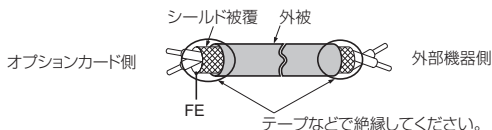
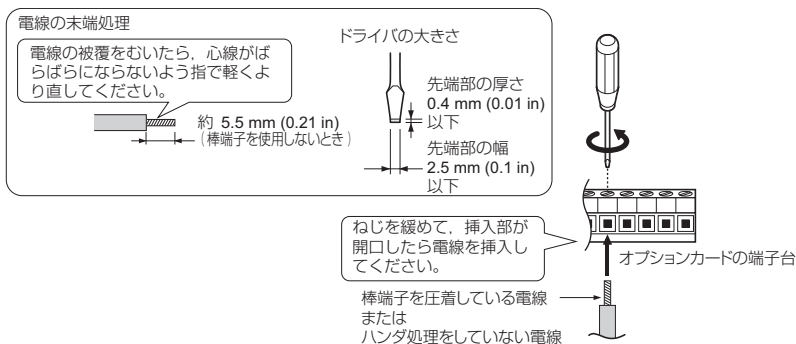

図 6 シールド線の末端処理
図 7 電線の端末処理と配線
2. インバータ側の接地端子 (I) には 2 つしかねじ穴がありません。オプションカードを 3 枚取付ける場合は、リード線の端子を重ねて接続してください。
4. 図 6 と図 7 を参考に電線の末端を処理してください。配線時の締め付けトルクについては、「電線サイズと締め付けトルク」(38 ページ) を参照してください。すべての電線が確実に固定されているか、電線の被覆が端子台の挿入部に噛み込んでいないかを確認してください。また、はみ出した心線はすべて切断してください。